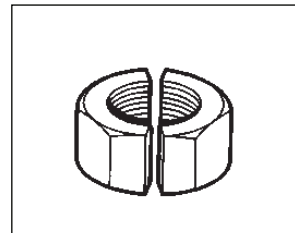

Figura 10.
12. Si fuera necesario, se puede aplicar otro corte a 180° del primero para partir completamente la tuerca por la mitad. Véase Figura 10.